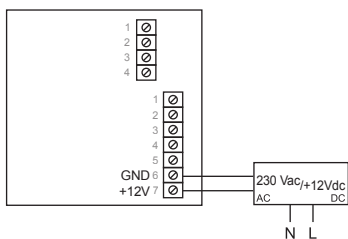

Fig.8
4. Eseguire i collegamenti elettrici come indicato in Fig. 8. I morsetti +12V e GND sono i morsetti a cui collegare l'uscita dell'alimentatore a 12V DC fornito.